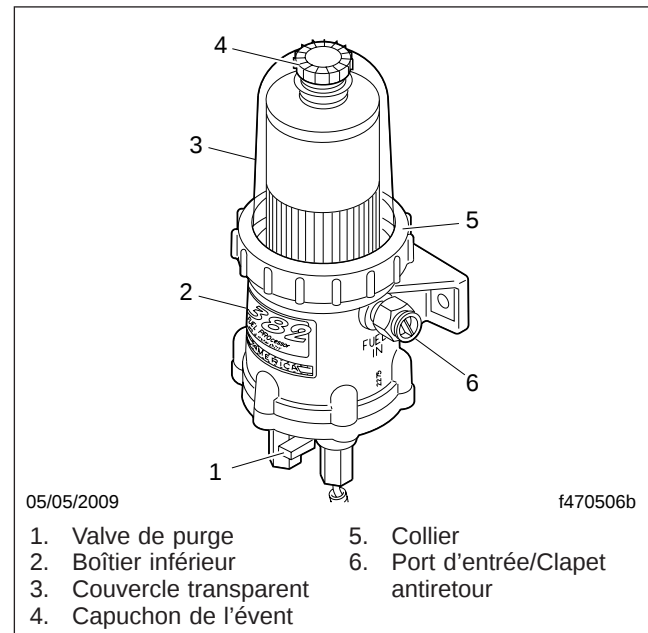

Fig. 2, Séparateur carburant/eau DAVCO (modèle Fuel Pro 382 illustré)
4. Retirez le capuchon de l'évent (**figure 2**, élément 4) et ouvrez la valve de purge (**figure 2**, élément 1) pour vidanger complètement le carburant, puis fermez la valve de purge.